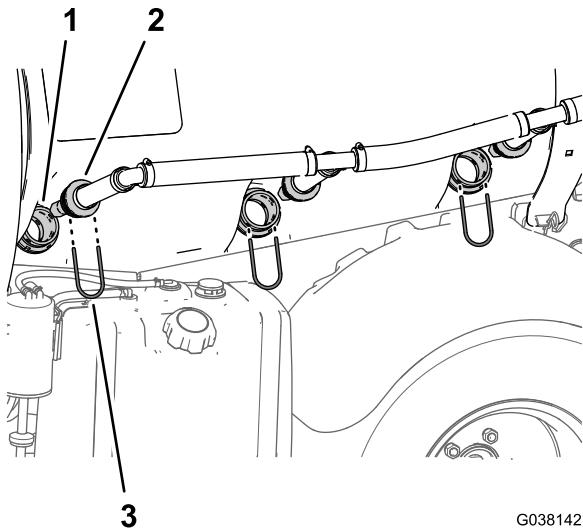

图20
- 在药缸的左侧卸下将搅拌喷嘴固定至隔板接头的3个卡环图20。
2. 卸下隔板接头上的搅拌喷嘴 图20。